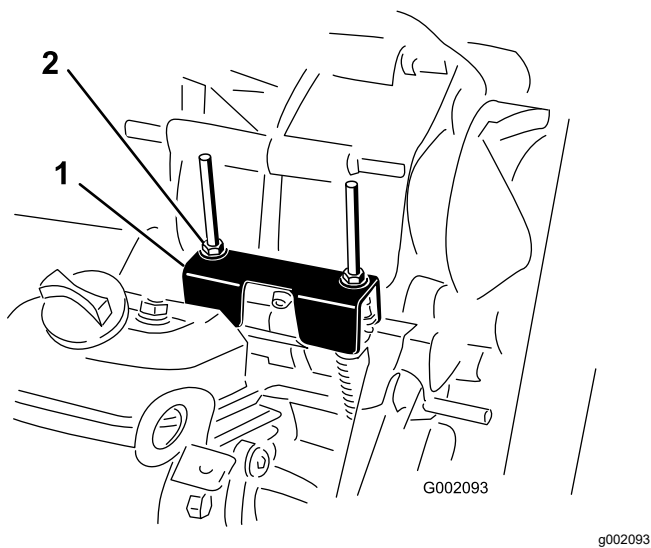

Bild 61
Wenn Sie regelmäßige Wartungsarbeiten und/oder eine Motordiagnostik durchführen, müssen Sie das Getriebe in NEUTRAL-Stellung schalten (**Bild 61**). Der Ganghebel der Maschine hat eine NEUTRAL-Stellung, die den Leerlauf des Getriebes steuert. Treffen Sie die folgenden Maßnahmen, um sicherzustellen, dass der Ganghebel in der Leerlaufstellung die Antriebsachse auch richtig auf Leerlauf schaltet:
2. Stellen Sie sicher, dass die Leerlaufhalterung in der NEUTRAL-Stellung ist (mit der Kabelbefestigungshalterung unter der Ganghalterung nivelliert), indem Sie die Antriebskupplung drehen (**Bild 61**).
3. Drehen Sie eine der Sicherungsmuttern (Bild 61), um einen Abstand von 0,762 mm bis 1,524 mm zwischen der Unterseite der Mutter bzw. Scheibe und der Leerlaufhalterung zu erhalten.